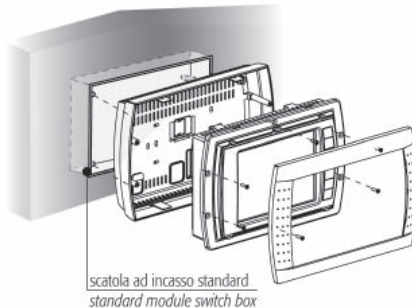

Fig. 3
Для правильной установки терминала на стену необходимо, чтобы тыльная часть корпуса (рис. 3) была закреплена в стандартной коробке типа 12/14 для переключателей (как предусмотрено CEI23-48 – IEC60670). Для установки выполните следующие действия:
- Предварительно закрепите переднюю панель на корпусе терминала: Соберите конструкцию в одно целое как показано на рис. 3, используя для этой цели 4 винта с потайной головкой из пластикового пакета, вложенного в упаковку терминала.